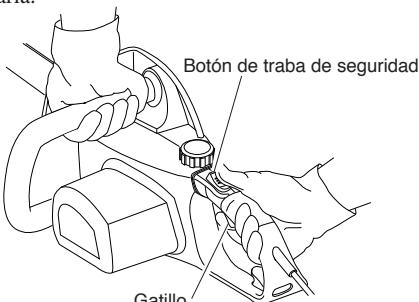

Figura 6 - Posición del gatillo y de la traba de seguridad
- Utilice ambas manos para sujetar la sierra. Utilice siempre la mano izquierda para asir el mango anterior y la derecha para tomar la posterior. Sujétela con firmeza: los mangos de la sierra deben quedar bien tomados por sus dedos (vea la Figura 6).
- Cuando esté dispuesto a realizar un corte, presione la traba de seguridad completamente hacia adelante con el pulgar derecho y apriete el gatillo (vea la Figura 6); la sierra se encenderá. Al soltar el gatillo, se apagará. Cerciórese de que la cadena está girando a su máxima velocidad antes de comenzar a cortar.